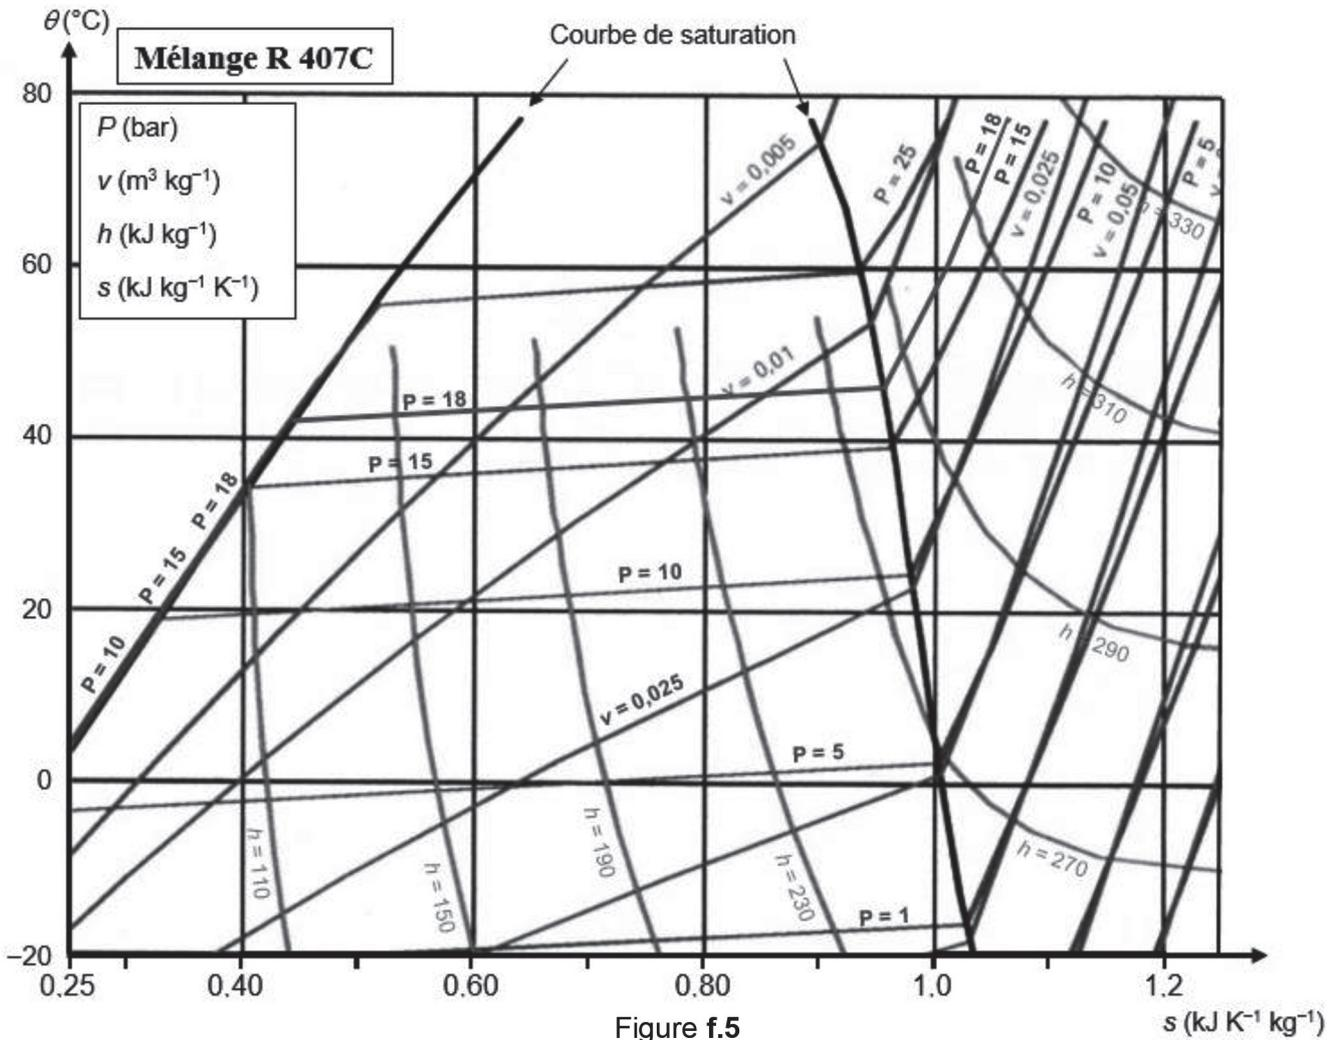

Figure f.5
- diagramme entropique  $\theta = f(s)$ , avec  $\theta$  température en °C (figure f.5).